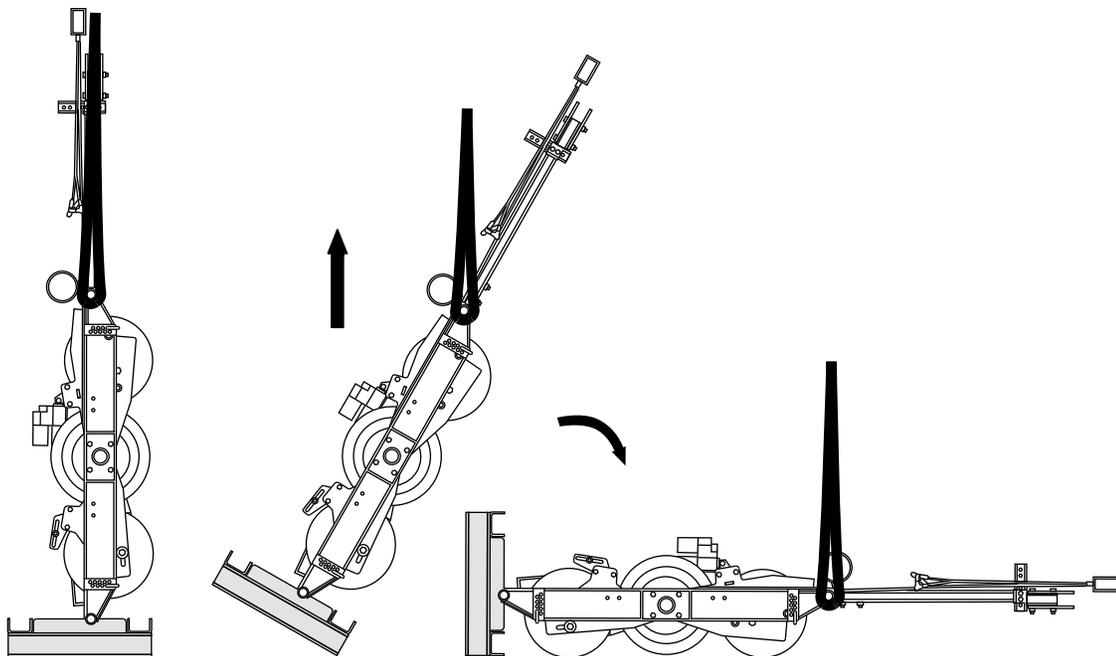

Figure 3
4. Abaissez l'accessoire doucement et de manière contrôlée, comme montré à la Figure 3, jusqu'à ce qu'il soit posé sur le sol.